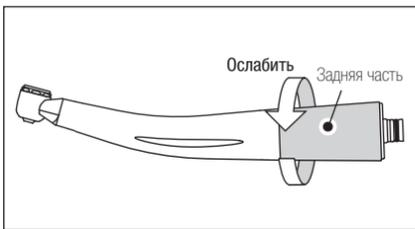

Рис. 8
- 1) Ослабьте и отсоедините заднюю часть корпуса наконечника (Рис.8).
- 1) Отсоедините наконечник от переходника, открутите заднюю часть наконечника (Рис.8).